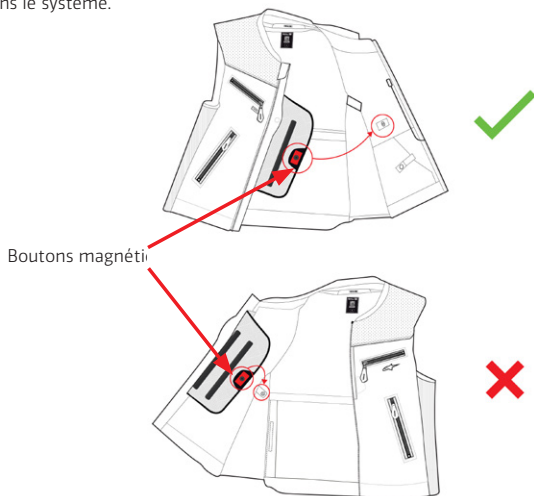

Figure 9
1. Mettez le système et fixez l'Airbag présent dans la zone de la poitrine en connectant le bouton magnétique de la poitrine (9) avec le bouton magnétique gauche (11) présent sur la veste (Figure 9).
2. Fermez le Zip d'activation (1) de bas en haut et attendez que le système s'allume.
3. La fermeture correcte du Zip d'activation (1) et la mise en marche du système sont signalées par l'allumage de l'écran LED (2) et par la présence d'une vibration dans la même zone (.
4. Une fois le système mis sous tension, vérifier l'affichage LED (2) pour s'assurer que le système a démarré correctement (voir section 13 "Indications de l'affichage LED"). En particulier, l'utilisateur doit s'assurer qu'après le démarrage du système, il n'y a pas d'erreur dans le système.